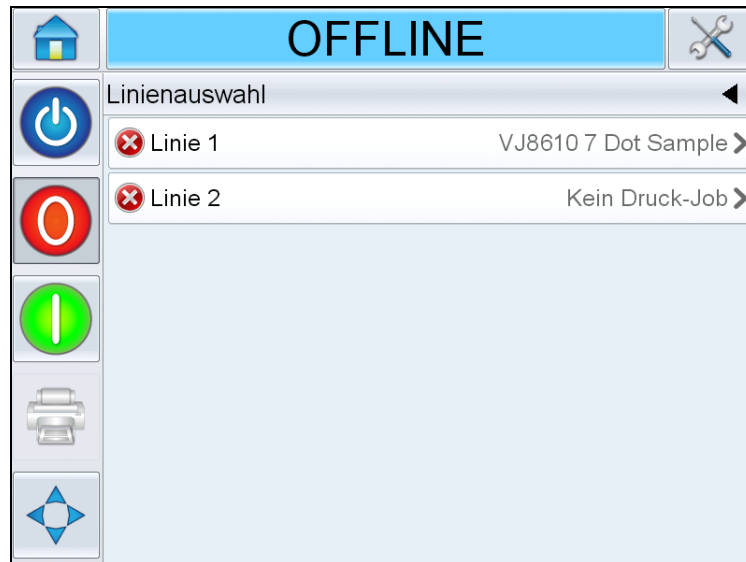

Abbildung 6-20: Seite „Förderbandauswahl“
- 4 Die Seite *Förderbandauswahl* wird erneut angezeigt (Abbildung 6-20).